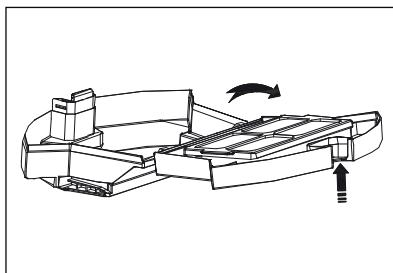

Fig. 8
- 2) Premere il tasto di sblocco **⑯** del contenitore della polvere **⑯** e aprire quest'ultimo (vedere fig. 8).